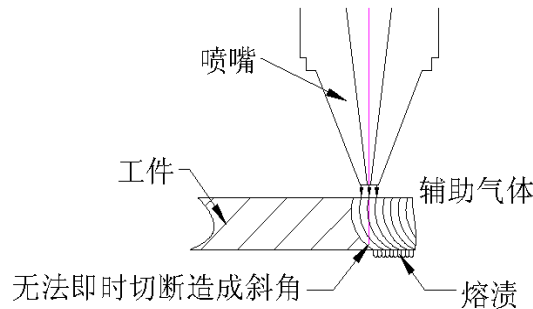

图 15: 切割效果图
- 4) 如图所示，切割进给速度太快，造成对板材无法及时切断，切割断面呈现斜条纹路，而且下半部分产生熔渣。如图 15 所示。